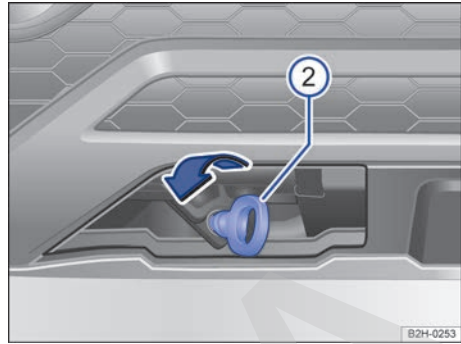

Fig. 211 En el lado derecho del paragolpes delantero: enroscar el gancho para remolque.
- Enrosque el gancho para remolque → fig. 211 ② en el alojamiento girándolo al máximo **en el sentido contrario al de las agujas del reloj** → ①. Utilice un objeto adecuado con el que pueda enroscar completa y firmemente el gancho para remolque en su alojamiento.